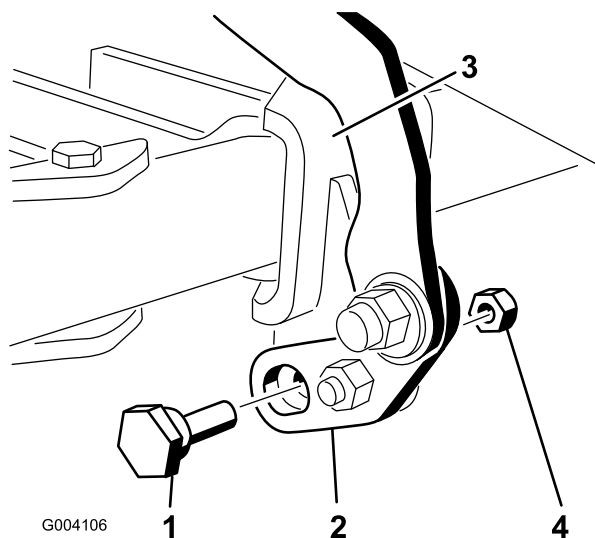
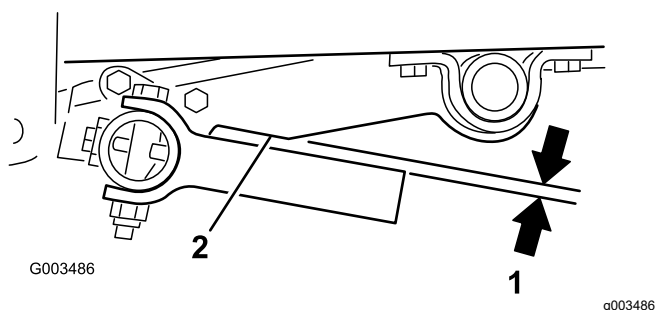

Figura 17
Figura 21
- Introduzca el perno excéntrico por la parte inferior de la pestaña de pivote y el soporte del pivote y sujételo usando una contratuerca ($\frac{5}{16}$ "), como se muestra en la Figura 17.
2. Gire el perno excéntrico en cualquier sentido hasta que los dientes de la barra de herramientas estén paralelos a la muesca del brazo de elevación (Figura 17 y Figura 21).